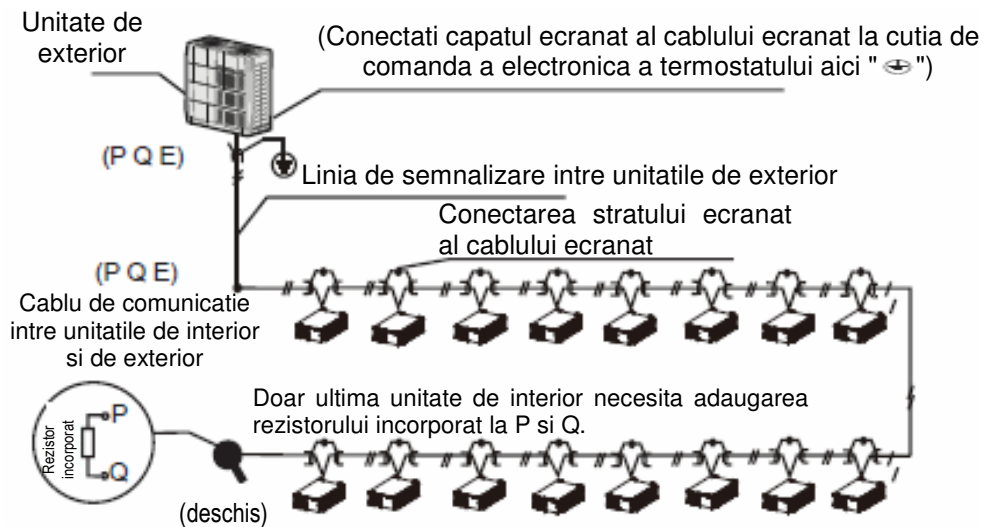

Figura 7.6
- Cablurile de comunicatie intre unitatile de interior si de exterior trebuie conectate o unitate dupa alta intr-o conexiune in cascada de la unitatea de exterior la unitatea de interior finala. Stratul ecranat trebuie sa fie impamantat in mod corespunzator, iar la ultima unitate de interior trebuie adaugat un rezistor construit pentru a imbunatati stabilitatea sistemului de comunicatii (a se vedea Figura 7.6).